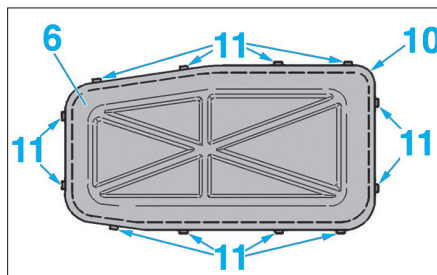

Fig. 11
- Remplacer la plaque de fermeture inférieure du boîtier de commande par une neuve et la remonter avec un cordon de pâte d'étanchéité (10) (Fig.11).